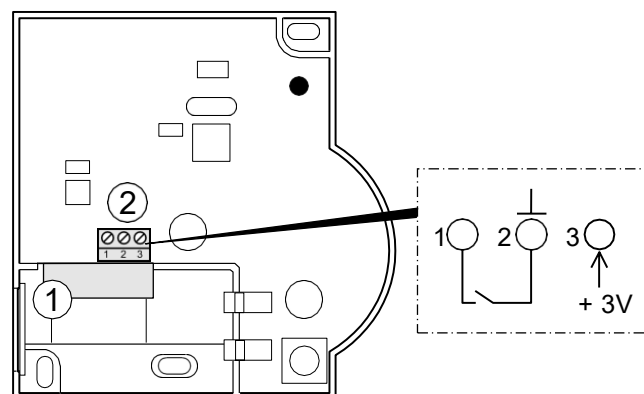

Figura 7: Collegamento della sorgente di corrente esterna (solo HCW 82)
- Far passare il cavo di uscita dell'alimentatore attraverso l'apertura dell'alloggiamento (1) (vedere Figura 7) verso l'interno.
- Collegare il cavo di uscita al morsetto (2) (vedere Figura 7).
- Collegare un sensore a scelta privo di contatto a HCW 82 (installazione al collegamento 1 e collegamento 2, vedere Figura 7 (2), pagina 17).